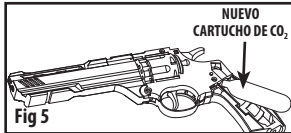

Fig 5
- Insérez une cartouche de CO₂ neuve dans le pistolet à air comprimé avec le petit col des cartouches orienté vers le haut. (Figure 5)